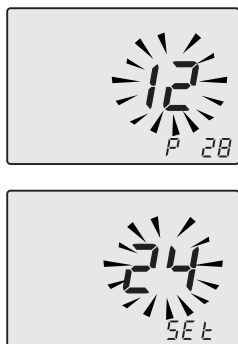

Figura 9.4
- Utilizzando i tasti 18 o 19 è possibile modificare il valore del parametro 28 da **00** mesi a **48** mesi. È permesso il valore **99** che disabilita la richiesta di manutenzione. Nel display si alternano la scritte **P28 - SET** (Figura 9.4).